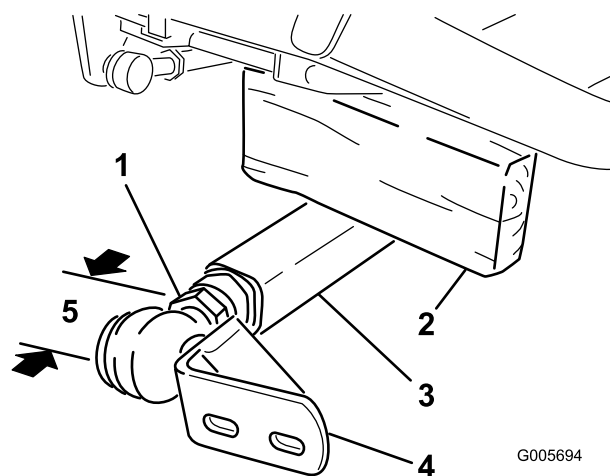

Figura 20
- Haga que otra persona empuje hacia abajo el brazo de empuje izquierdo. Luego inserte un bloque de madera de 51 x 102 mm entre el bastidor y la parte superior del brazo de empuje (Figura 20). Enrosque la articulación esférica sobre el brazo de empuje izquierdo hasta que el centro de la articulación esférica esté a 60 mm de la parte delantera del brazo de empuje (Figura 20). No apriete la contratuerca.